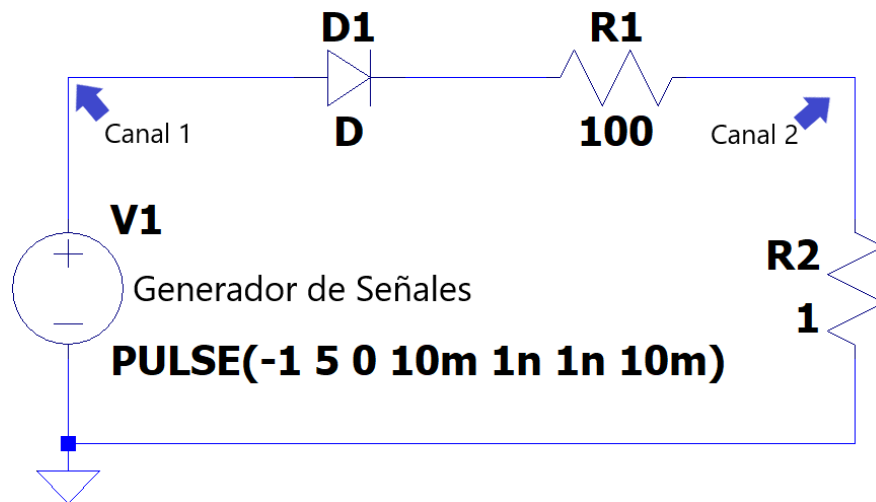

Figura 3
6.4 Implementar el circuito de la Figura 3, obtener la curva de la polarización directa del diodo 1N4007 en el osciloscopio y determinar su voltaje umbral.